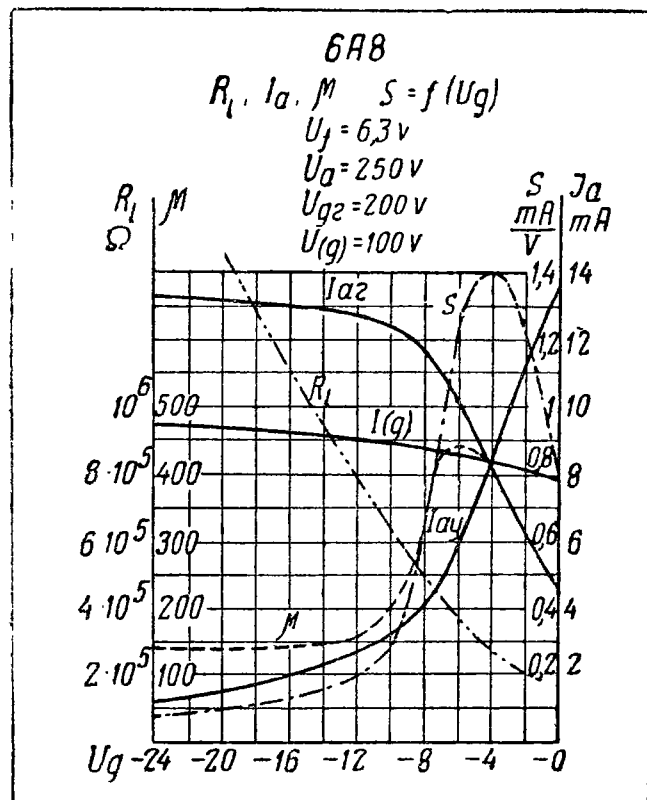

Рис. 6
1. На рис. 5 наряду с другими дана характеристика $S = f(U_g)$ для лампы 6К7, которая используется в каскадах высокой и промежуточной частоты, а на рис. 6 — характеристика